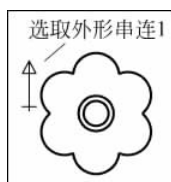

图 5-94 选择串连外形轮廓
(2) 单击“2D 刀具路径”操作栏上的“外形铣削”按钮 ,或选择“刀具路径”→“外形铣削”命令,根据系统提示选择串连外形,然后根据如图 5-94 所示选择外形轮廓,单击串连选择对话框中的“确定”按钮,结束串连选择。